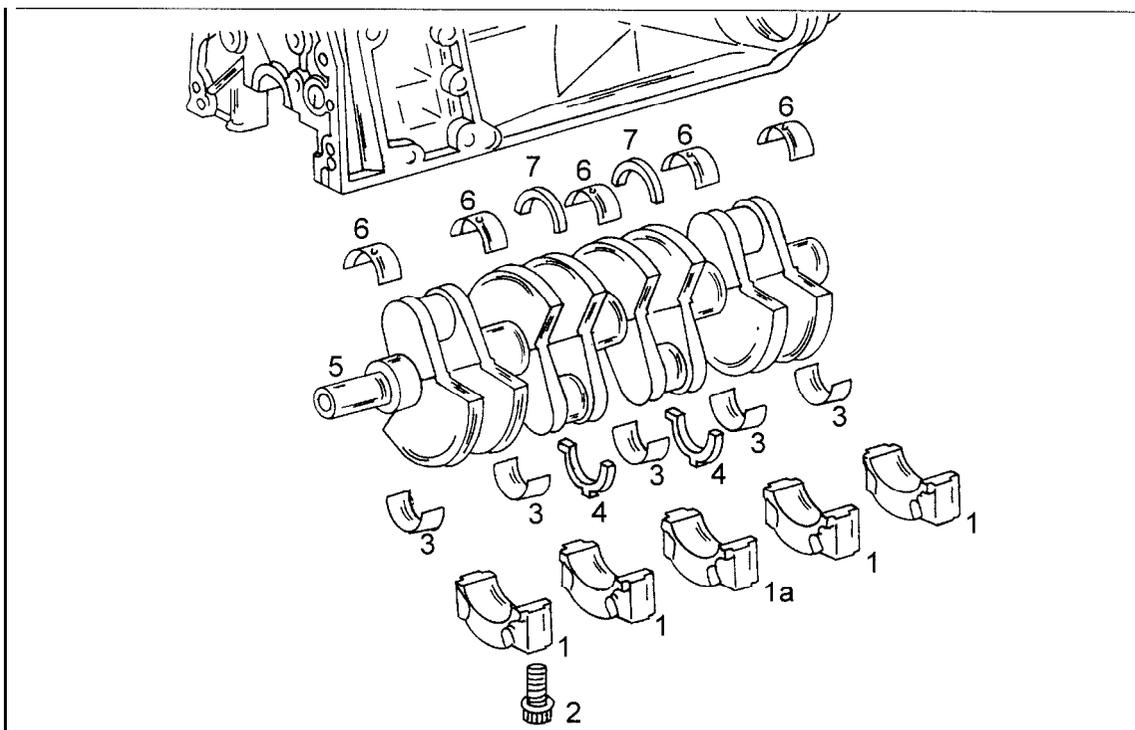
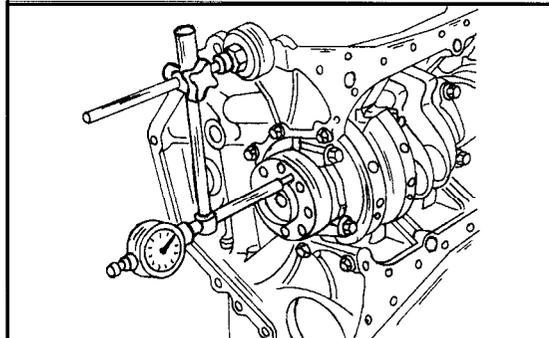

Bild 75
Bild 76
Beim Ausbau der Kurbelwelle in folgender Reihenfolge vorgehen. Bild 75 zeigt die Lagerung der Kurbelwelle.
- Eine Messuhr mit einem Ständer so vor die Vorderseite des Zylinderblocks setzen, dass der Messfinger auf dem Endzapfen der Kurbelwelle aufsitzt, wie es aus Bild 76 ersichtlich ist. Mit einem Schraubenzieher die Kurbelwelle nach einer Seite drücken, die Messuhr auf Null stellen und die Welle auf die andere Seite drücken. Die Anzeige der Uhr ist das Axialspiel der Kurbelwelle und ist für den späteren Zusammenbau aufzuschreiben. Wenn es mehr als 0,30 mm beträgt, muss dies bei der Montage berücksichtigt werden. Das mittlere Lager ist mit zwei Anlaufscheiben links und zwei rechts versehen (oben und unten, siehe Bild 75), um das Axialspiel aufzunehmen. Falls dieses zu gross ist, können neue Scheiben eingebaut werden, jedoch muss auf beiden Seiten die gleiche Scheibenstärke verwendet werden.